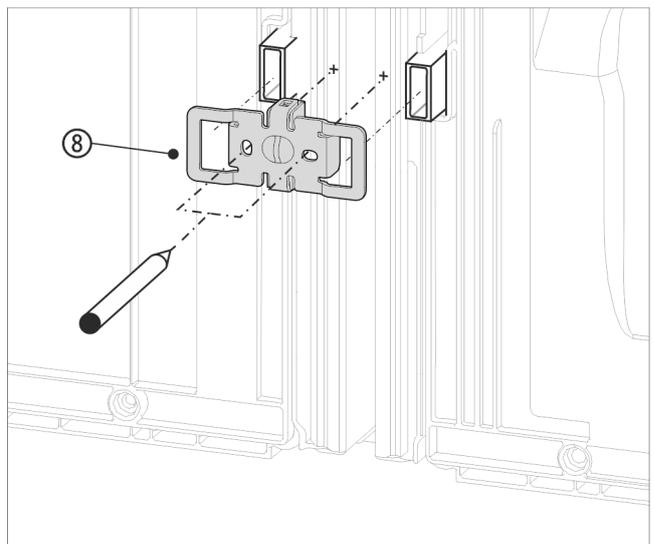

Fig. 17 例图
- ▶ 使用凹槽将角 Fig. 17 (8) 推入壁距调整垫片的插槽上方。